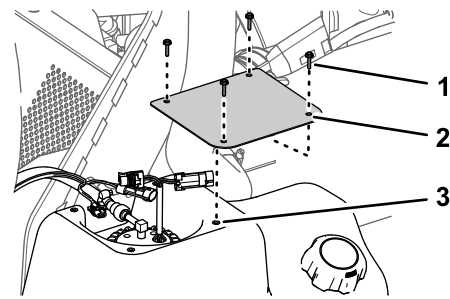

Figura 89
1. Monte la tapa en el depósito (Figura 89) con los 4 tornillos (Nº 10 x ¾") que retiró en el paso 2 de Retirada de la tapa de la bomba de combustible (página 66).